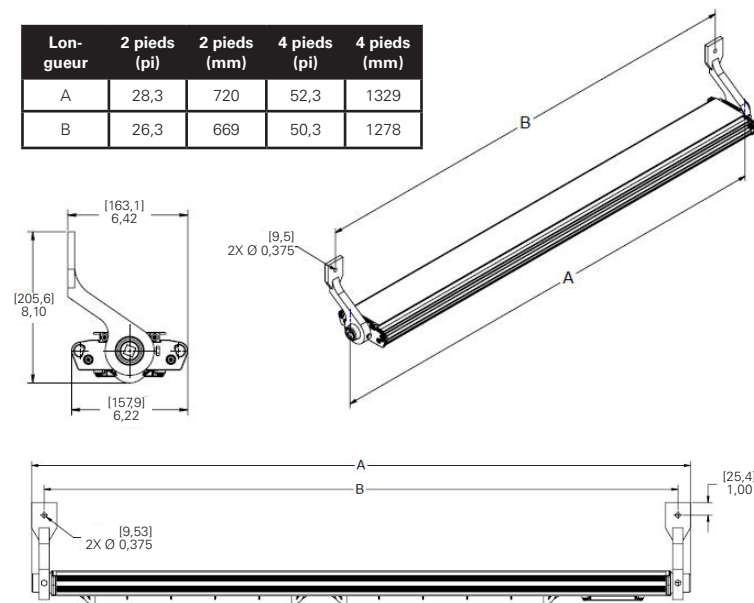

Figure 1 : Montage mural DP1052MTK
2. Marquer et percer des trous pour fixer les supports de fixation d'extrémité. Utiliser le centre de deux boulons de 1/4 po (non inclus) pour centrer les mesures (voir la figure 1).